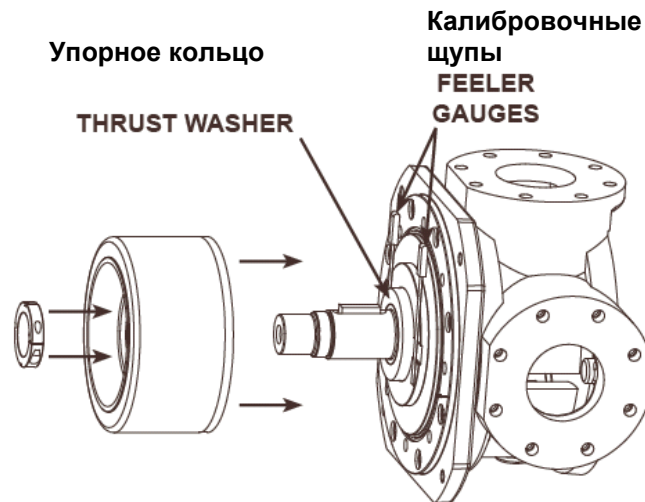

Рис. 16
8. Установите два калибровочных щупа толщиной 0.003 дюйма (~0,8 мм) на каждой стороне вала, между упорным кольцом переходной плиты и упорным кольцом внутреннего магнита. Обратите внимание на **Рис. 16**. Такая операция обеспечит упорным кольцам надлежащий зазор. Затяните